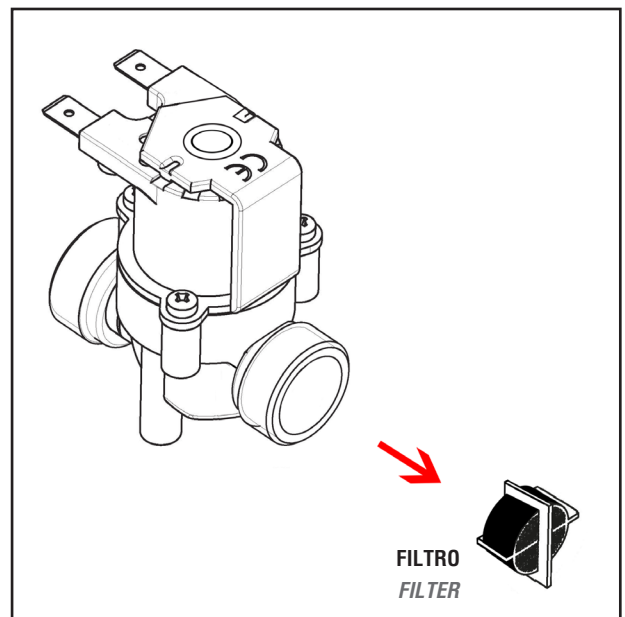

FIG. 1
- 1) Mantenere un getto aerato facendo costantemente: pulizia dell' aeratore, pulizia filtro rubinetti in ingresso, pulizia del filtro removibile che si trova nell'ingresso acqua dell'elettrovalvola (FIG. 1 PAG. 6). Si ricorda che le elettrovalvole non possono lavorare al di sotto della pressione di 1 bar quindi se la pressione non fosse sufficiente potrebbero non aprirsi e/o non chiudersi.
*cleaning the aerator, cleaning the inlet filter, cleaning the removable filter located in the water inlet of the solenoid valve (FIG. 1 PAG. 6).*